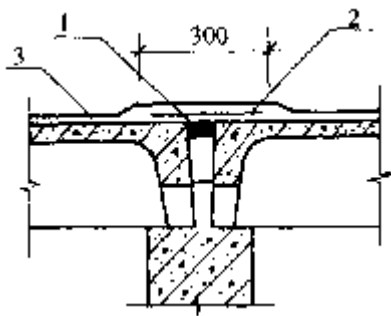
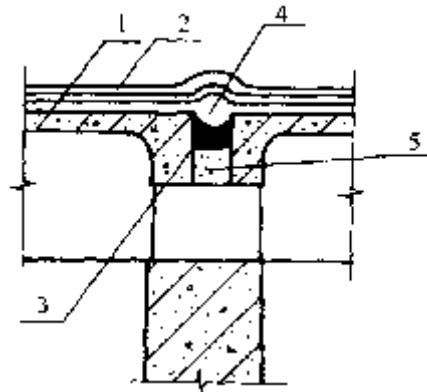

图 7-3 板缝缓冲层
图 7-4 板缝处理
(1) 选用延伸率大，耐用年限要高于 15 年的卷材。
(2) 在预制屋面板端头缝处设缓冲层，见图 7-3 和图 7-4，干铺卷材条宽 300mm。铺卷材时不宜拉得太紧。夏天施工要放松后铺贴。